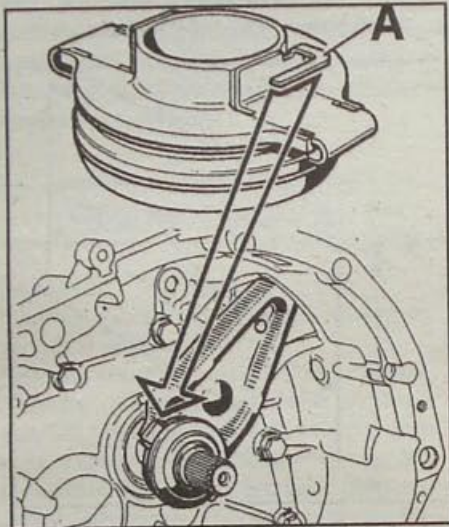

Рис. 6.10. Установка подшипника выключения сцепления на направляющую втулку:
- Проверьте положение подшипника выключения сцепления — выступ (А, рис. 6.10) должен быть введен в паз вилки сцепления.